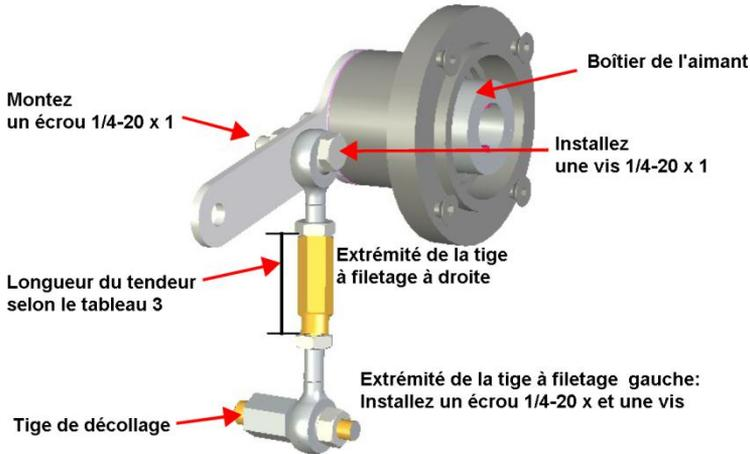

Figure 13 Montage des levier et tendeur SVI1000
4. Visser la tige de transmission au raccord de la tige de l'actionneur (Figure 13).
5. Fixez l'extrémité de la tige filetée à pas à droite au levier à l'aide d'une vis 1/4 - 20 x 1" et d'un écrou (Figure 13).
10. Visser le tendeur sur l'extrémité de la tige filetée à pas à gauche (Figure 13).
11. Régler le tendeur jusqu'à ce que le trou dans le levier soit aligné avec le trou d'alignement dans le support. Serrez les contre-écrous du tendeur (Figure 13).